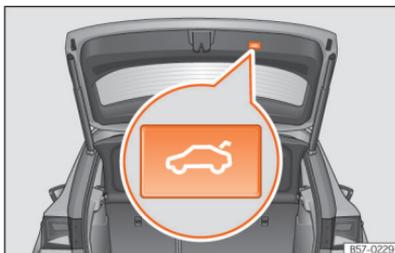

Abb. 60 Heckklappe: Taste zum Schließen der Heckklappe.
- ODER:** Drücken Sie die Taste in der geöffneten Heckklappe >>> (Abb. 60).
- Drücken Sie kurz die Taste  an der Heckklappe **>>> (Abb. 60)**, **>>> Δ** in *Einleitung zum Thema* auf Seite 83.
Während des Vorgangs zum Öffnen oder Schließen der Heckklappe ertönen akustische Signale. *Ausnahme:* Wenn die Gepäckraumklappe mittels Haltegriff oder Easy Open-Funktion mit einer Fußbewegung geöffnet oder mit der dafür vorgesehenen Taste geschlossen wird »» (Abb. 60).
- Drücken Sie die Taste  »» (Abb. 60) an der Gepäckraumklappe mindestens 3 Sekunden lang.